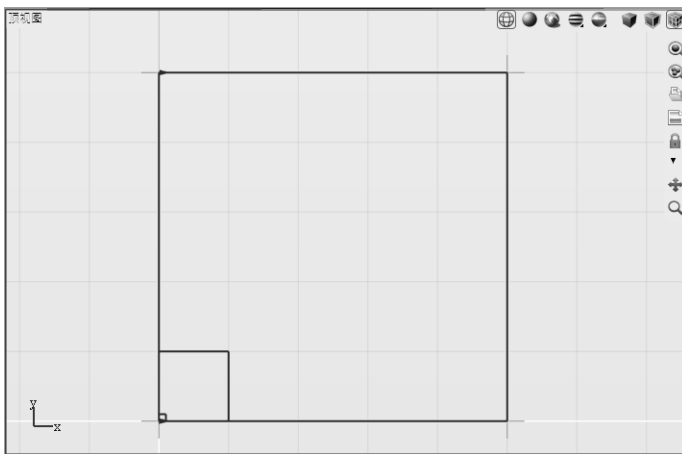

图 2-33 绘制矩形，激活捕捉栅格#3
7) 激活“捕捉栅格 3”工具, 或使用键盘快捷键 $\langle \text{Alt}+3 \rangle$ 。再次绘制一个矩形, 这次在绘制过程中, 可以感觉到光标自动捕捉的范围再次发生变化, 可以捕捉并绘制的最小矩形尺寸如图 2-33 所示, 其长度和宽度分别为 5cm。